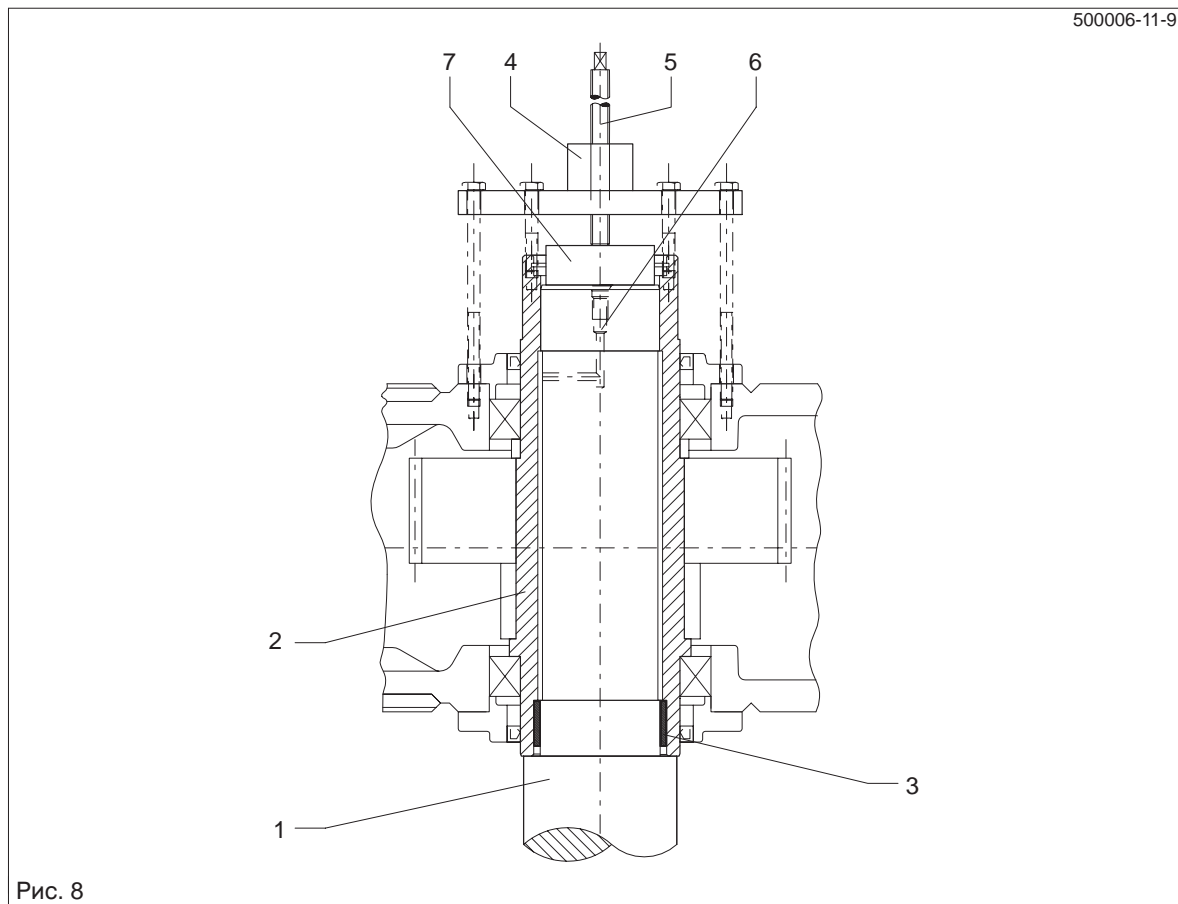
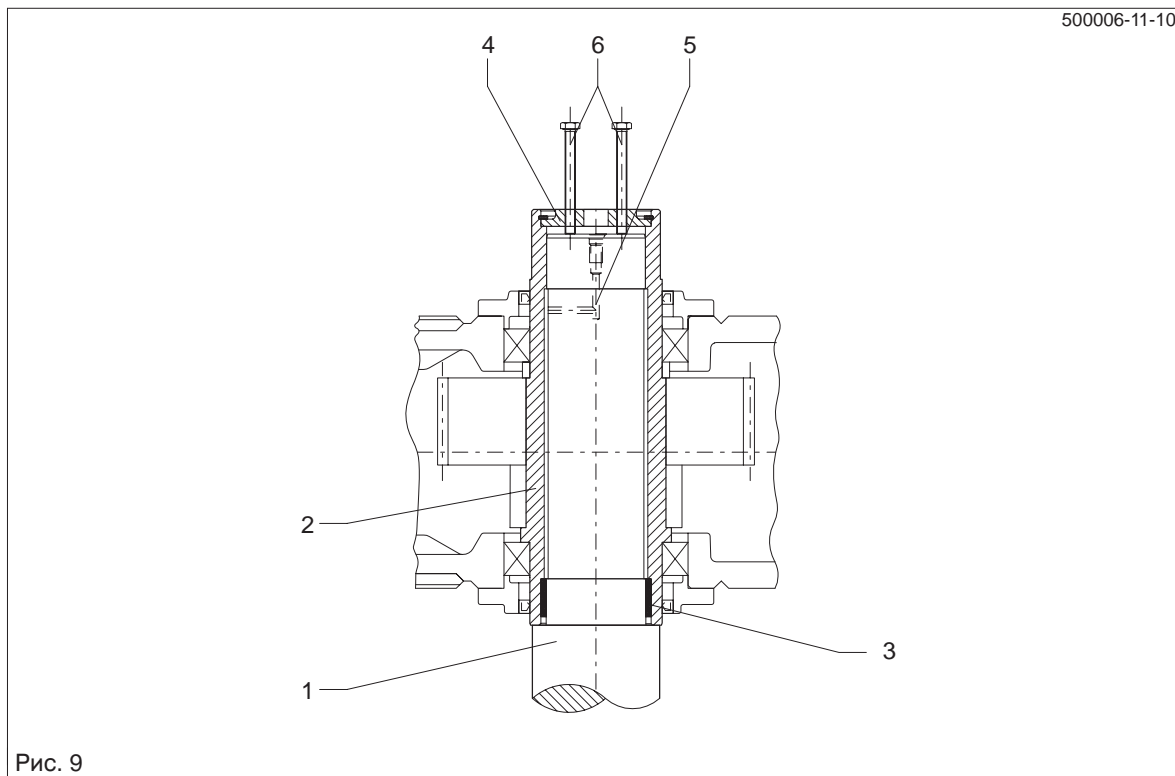

Рис. 8
Рис. 9
- При образовании ржавчины на посадочных плоскостях для облегчения снятия передачи насосом закачать под давлением растворитель ржавчины в пустое пространство сверленного отверстия, чтобы он попал на посадочное место. Подача растворителя ржавчины осуществляется через сверленные отверстия в машинном валу (см. рис. 8) или в концевом диске (см. рис. 9).
- Отжатие передачи от машинного вала может быть выполнено по возможности на месте при помощи отжимного винта на концевом диске (см. рис. 9), центральным ходовым винтом или, предпочтительнее всего, гидравлическим агрегатом Лукаса.
- После достаточного действия растворителя снять передачу при помощи устройства согласно рис. 8 или рис. 9.
**Внимание!** Если при этом, как показано на рис. 8, опора не только на пóлый вал, но и имеется дополнительное объединение с кожухом, силы отжима не должны превышать значений, приведенных в приведенной ниже таблице.